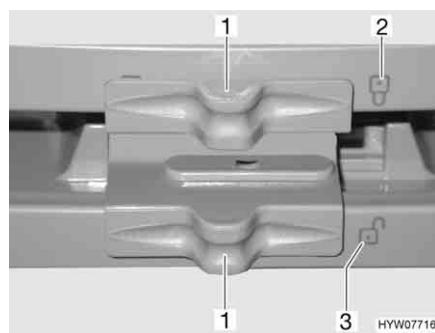

Fig. 153 Bloccaggio della porta del frigorifero/del vano congelatore (serie Dometic 7 con vano congelatore separato)
- Spingere il bloccaggio (Fig. 153,1) di lato in modo che la serratura aperta "🔓" (Fig. 153,3) sia visibile.
- Spingere il bloccaggio (Fig. 153,1) di lato in modo che la serratura aperta "🔓" (Fig. 153,2) sia visibile.